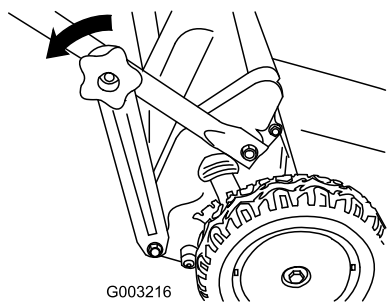

Figura 36
1. Retire los pomos del manillar inferior (Figura 36).
2. Desenganche los soportes del manillar inferior del extremo inferior de ambos lados del manillar (Figura 36).